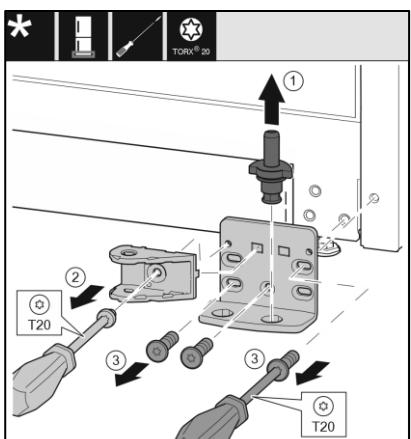

図26
<図26>
- ▶ ねじ②～④を本締めして金具を固定します。
- ▶ 図26で取り外した②のダンパー接続部品を移設